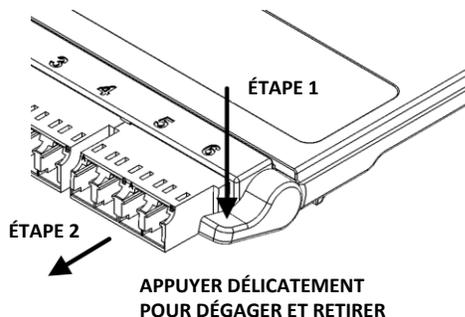

Figure 15
4. Pour la retirer, appuyer sur le bouton de dégagement et la glisser vers l'avant (figure 15).